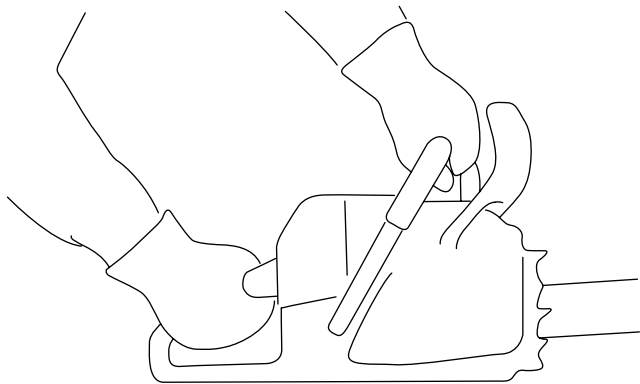

Figura 12
1. Agarre la motosierra con las dos manos, con la mano izquierda en la empuñadura delantera y la mano derecha en la empuñadura trasera, como se muestra en **Figura 12**.
1. Sujete la motosierra como se muestra en la **Figura 12**.
3. Sujete la motosierra como se muestra en la Figura 12.
1. Sujete la motosierra como se muestra en la Figura 12.